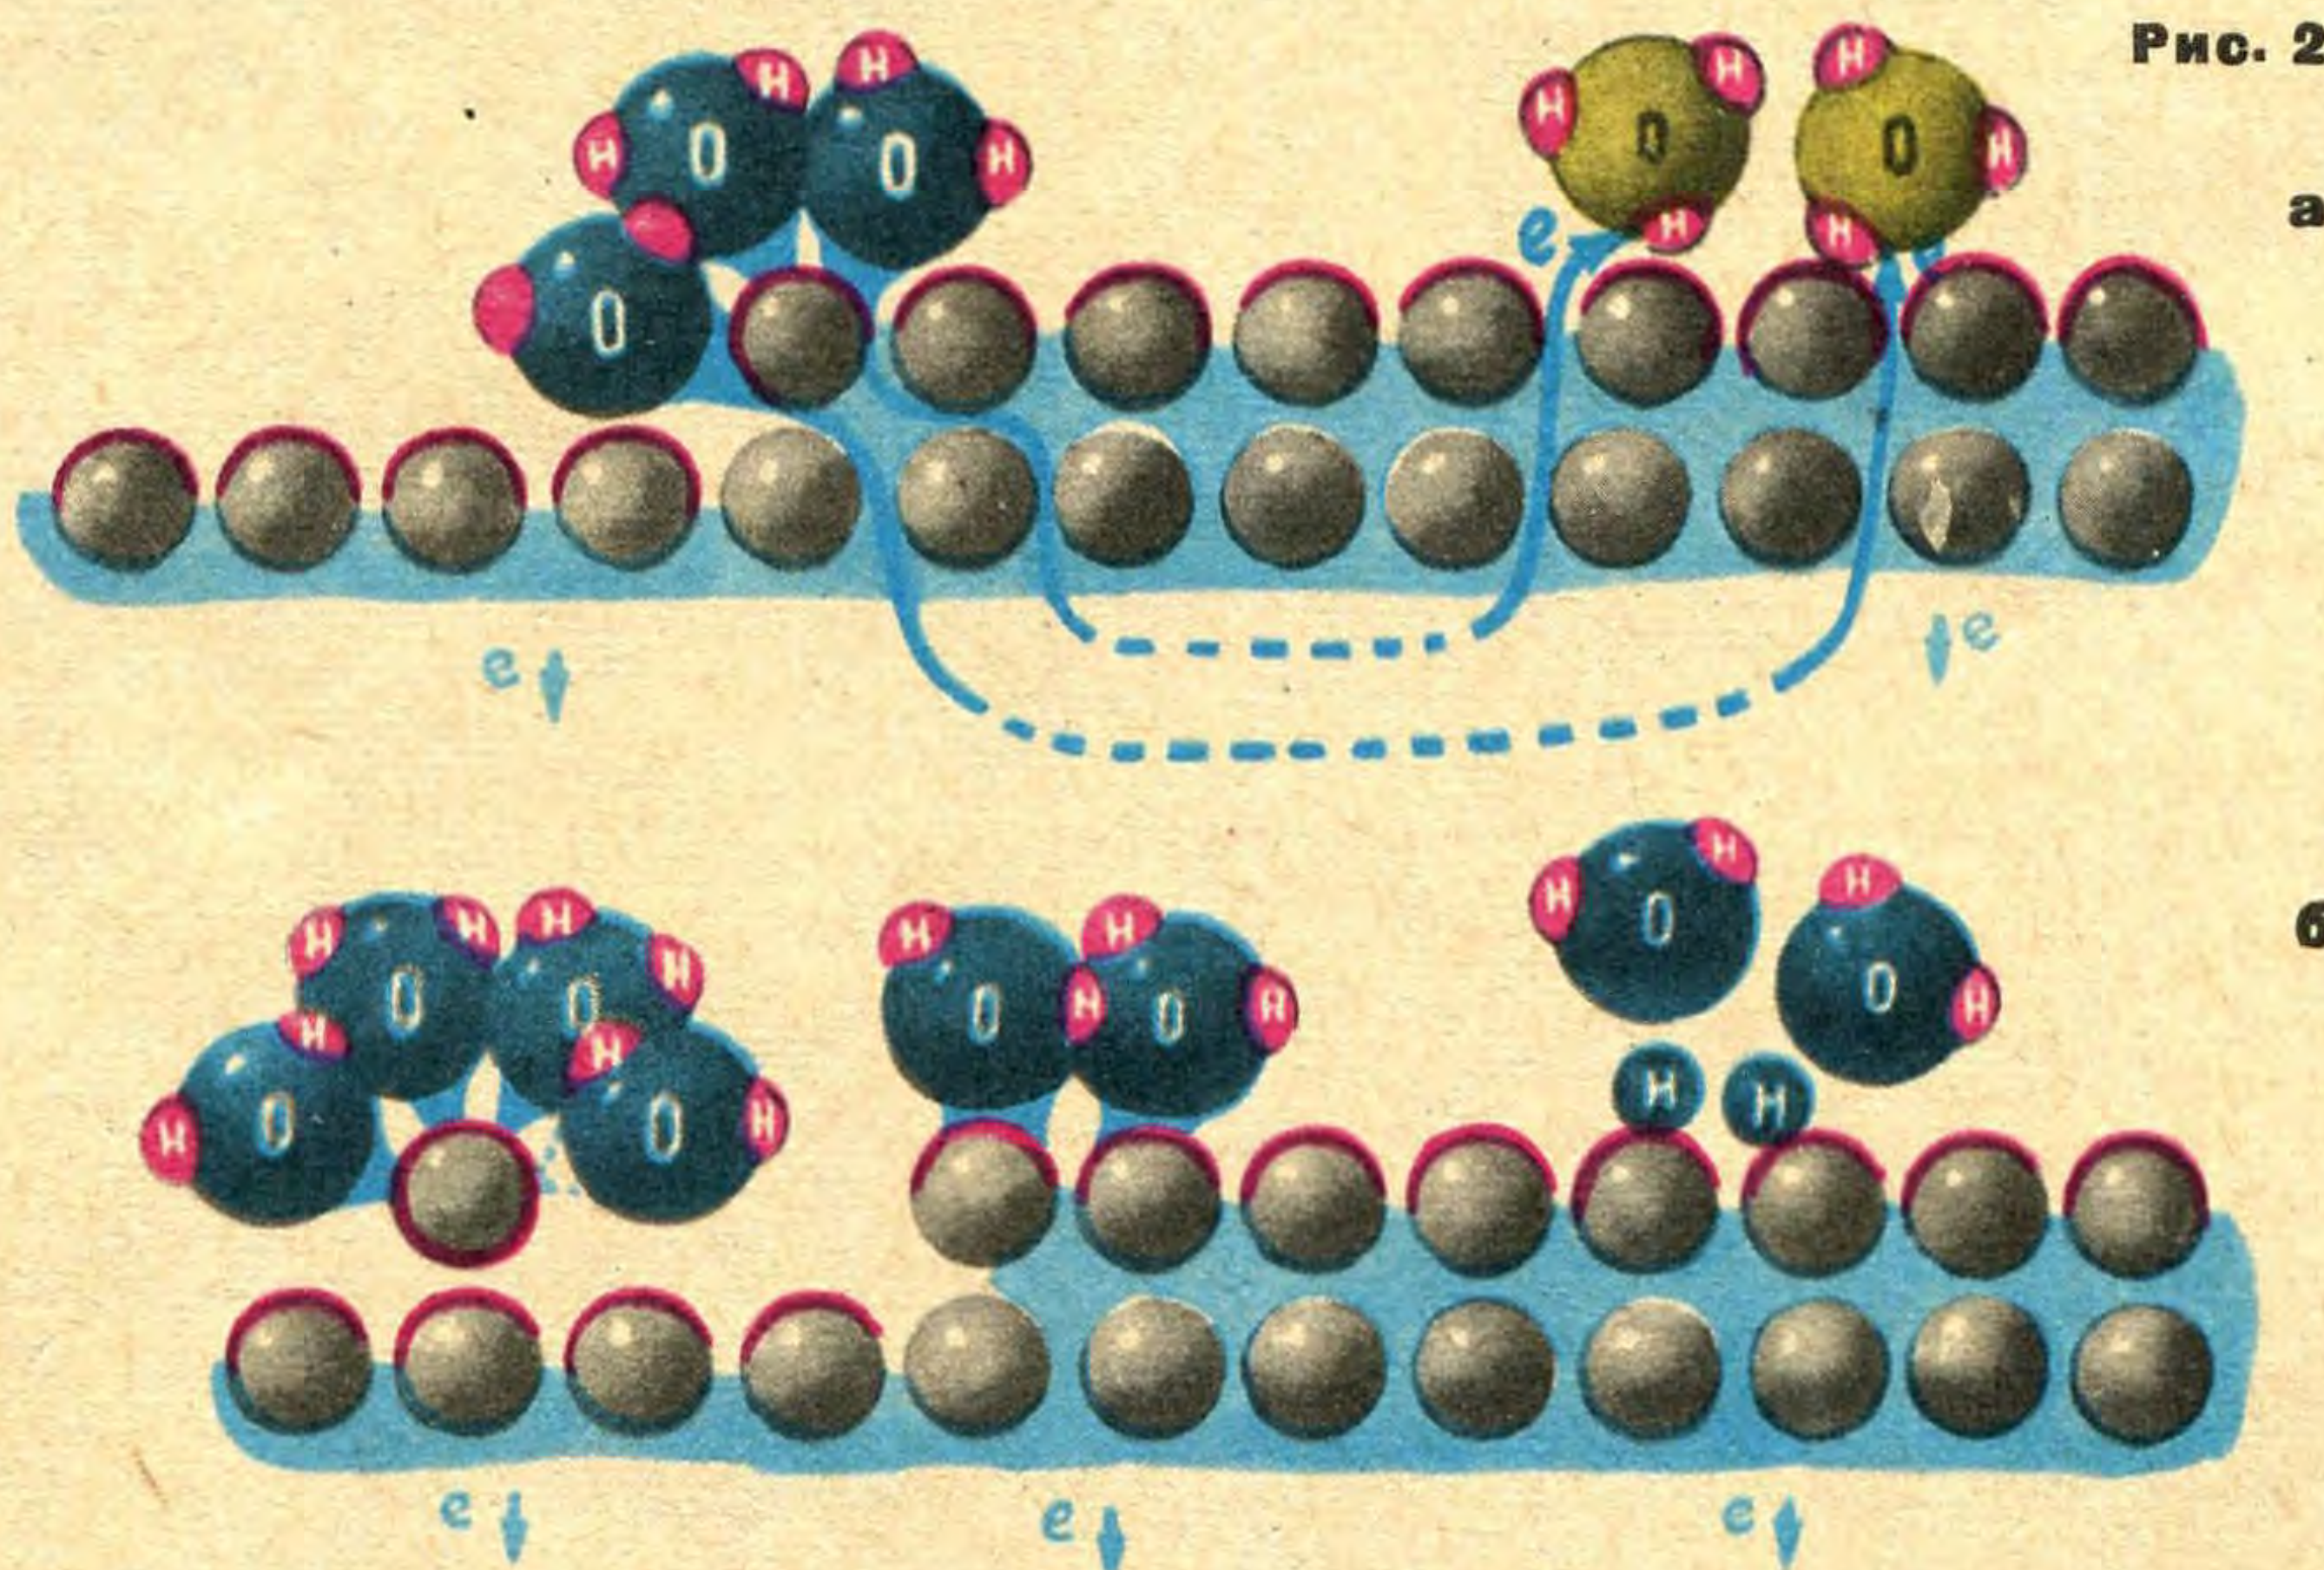

Рис. 2
**Анодное растворение** (рис. 2). Направление работы выпрямителя изменилось. Понемногу откачивая электроны, он через вспомогательный электрод передает их каким-то частицам в растворе (например,  $\text{H}_3\text{O}^+$ ). Электроны с поверхностных орбиталей несколько отступили в металл. Положительные ионы ушли в раствор. Потенциал почти нулевой. Электронные пары с повернувшихся молекул воды бросились снимать себе дачи на поверхности. Металлический атом, сидящий на отшибе, сдает свои орбитали парам с двух-трех молекул сразу. Водородные ушки у этих мо-